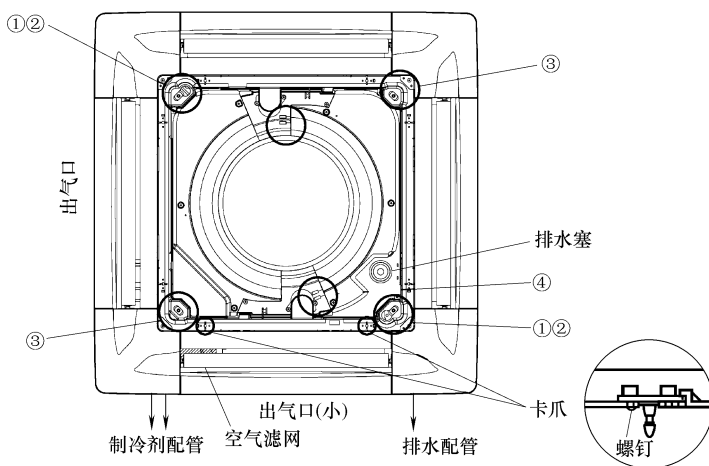

图 3-20 三菱四向嵌顶式室内机电机插接器的安装连接
6) 连接百叶窗电动机插接器，如图 3-20 所示；将各连接器放入控制盒内。